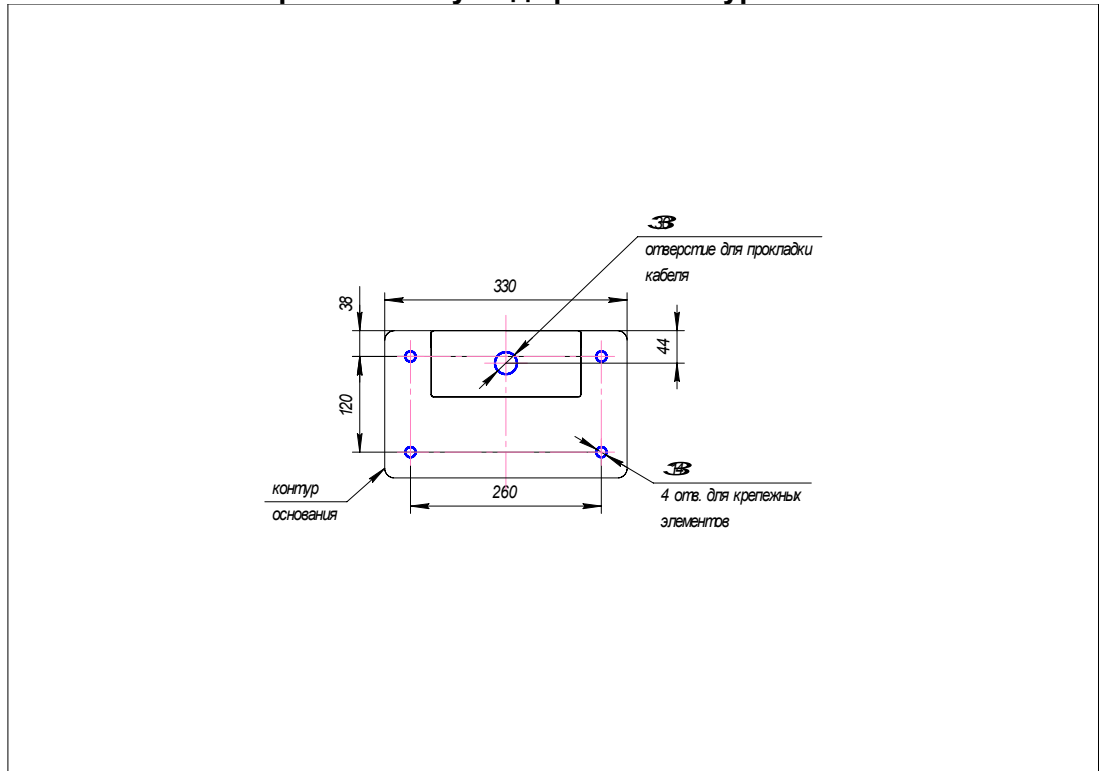

Рис. 8
2) Подготовить в полу 4 отверстия под крепежные элементы (см. Рис. 8) и паз для прокладки кабелей.